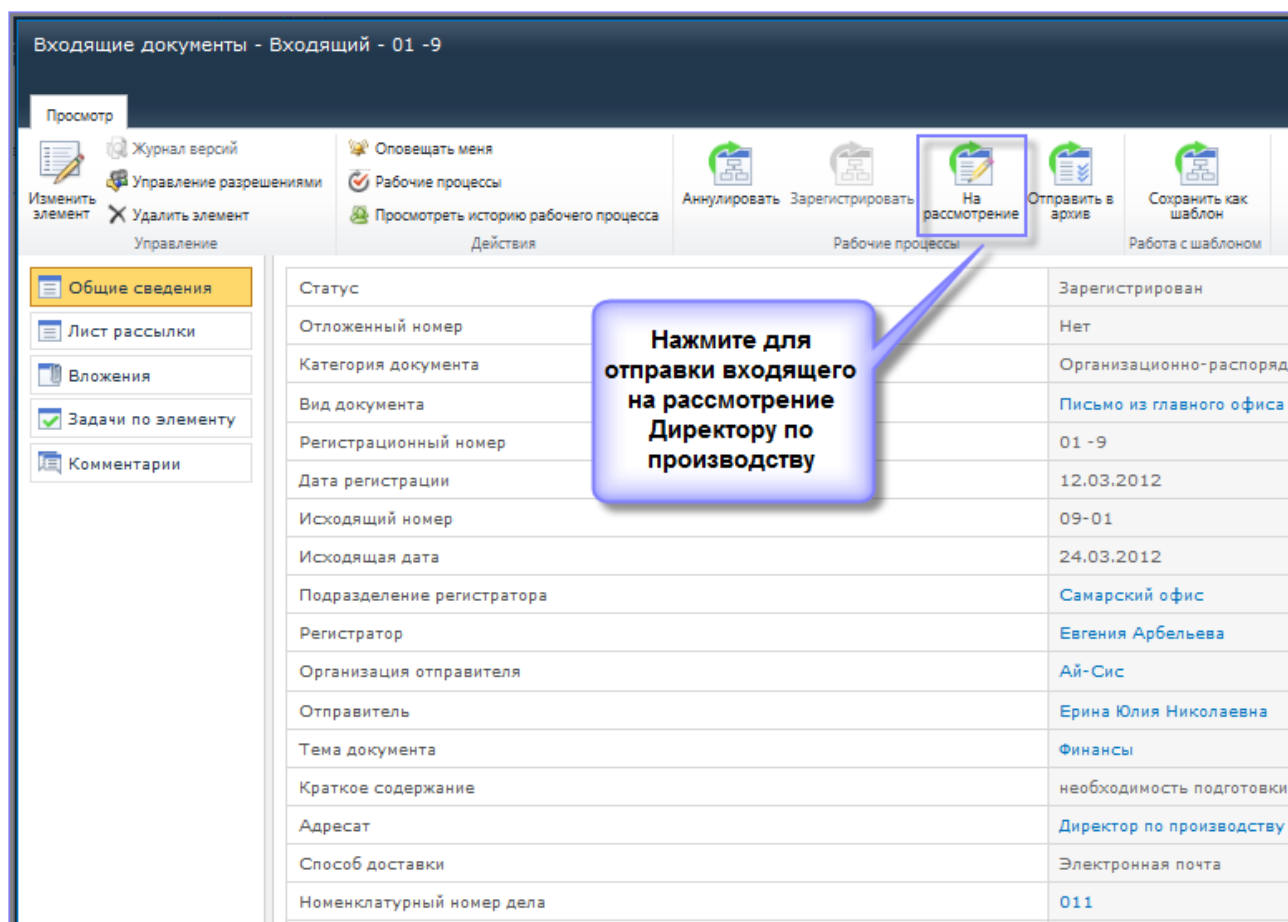

Рисунок 4. Отправка входящего на рассмотрение Директору по производству
2. Нажимает кнопку «На рассмотрение» (Рисунок 4).